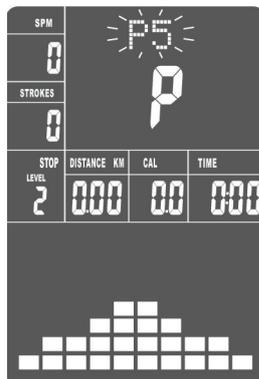

fig 15
- A. Drücken Sie UP, DOWN um ein Programm anzuwählen. (s. fig 15)
- A. Press UP, DOWN button to select the program that you like. See fig 15)